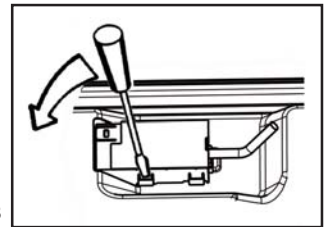

Fig. 3
- insérez l'extrémité d'un tournevis dans les saillies situées sur le côté à l'intérieur de l'appareil (Fig.3);